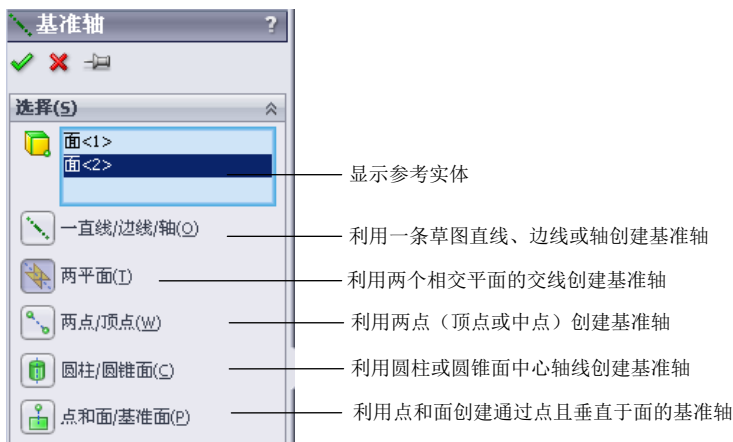

图 3.16.6 “基准轴”对话框
Step2. 选择命令。选择下拉菜单 **插入(I)** → **参考几何体(G)** → **基准轴(A)...** 命令（或单击“参考几何体”工具栏中的  按钮），系统弹出图 3.16.6 所示的“基准轴”对话框。